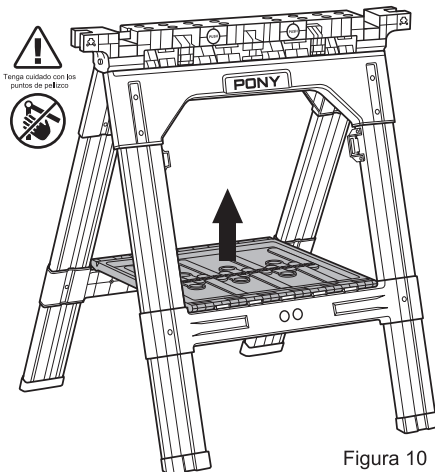

Figura 10
1. Levante la bandeja de herramientas del centro para permitir que se plieguen las patas. (Figura 10)